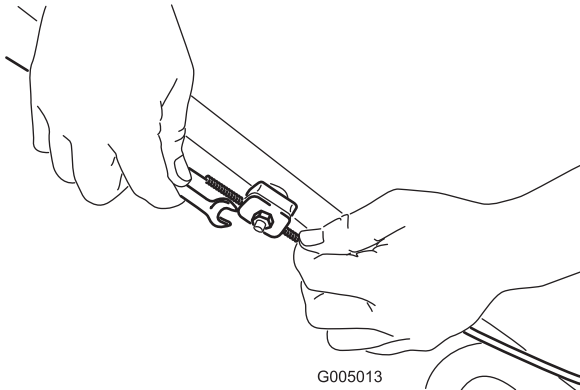

Figure 21
1. Desserrez l'écrou de support du câble (Figure 21).